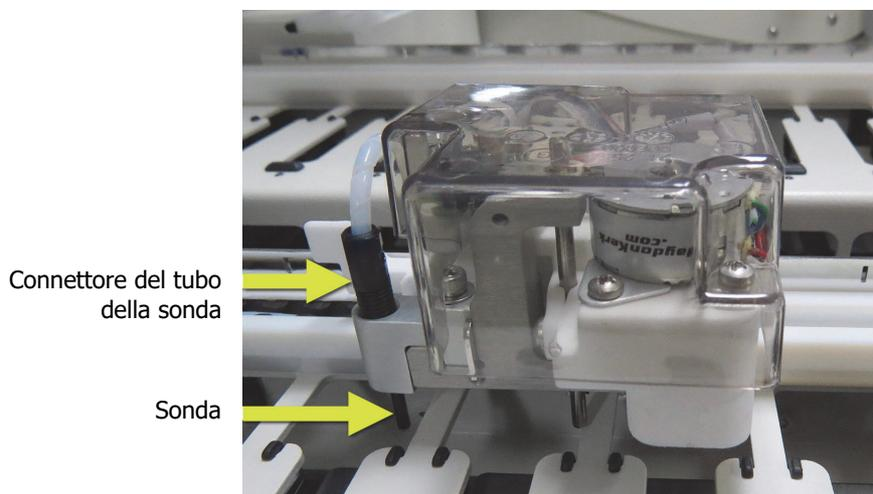

Figura 139: Pulire tutte e tre le sonde del braccio robotizzato dei liquidi in bulk con una soluzione alcolica al 70% (la freccia indica la sonda)
6. Svitare il connettore del tubo della sonda che si vuole sostituire e spingere la sonda verso l'alto e verso l'esterno del braccio robotizzato dei liquidi in bulk (vedere Figura 139).